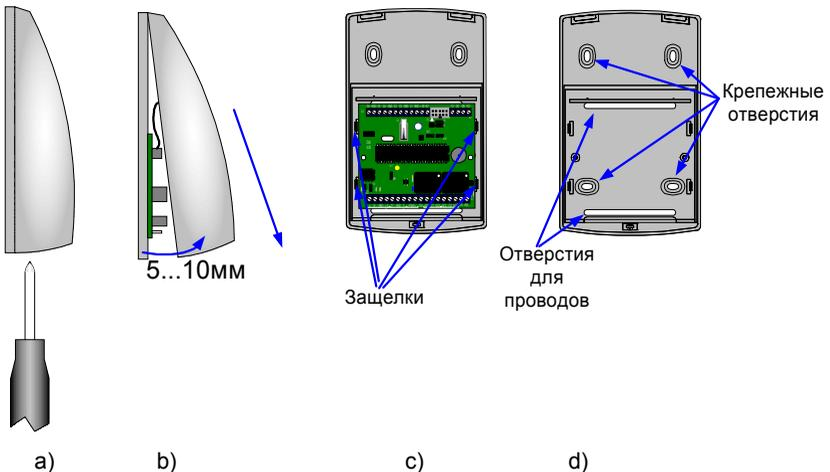

Рисунок 3.
- ослабьте винт в нижней части корпуса контроллера, см. рис. 3 а).
- аккуратно освободите из защелок печатную плату, размещенную в задней крышке корпуса, см. рис. 3 с).
- используя заднюю крышку контроллера как шаблон, см. рис. 3 d), отметьте и просверлите крепежные отверстия диаметром 6 мм на глубину установки дюбеля.
- вставьте переднюю крышку на место и закрепите ее винтом, см. рис. 3 а).